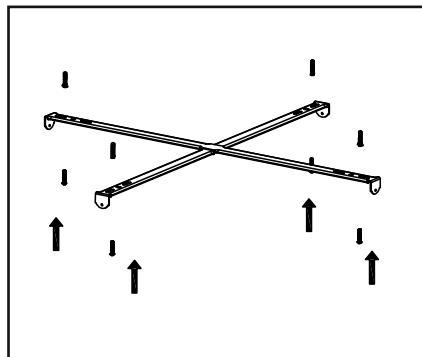

Рис. 1
- Наметьте и просверлите четыре отверстия на поверхности потолка по месту установки в соответствии с перфорацией крестообразных направляющих (рис. 1).